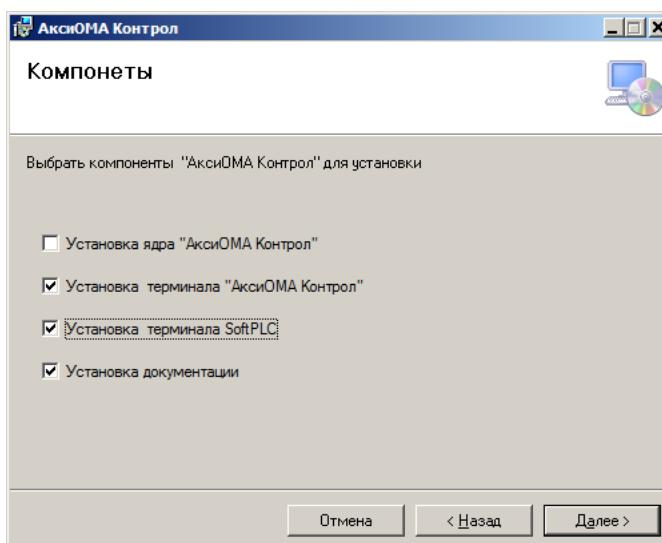

Рисунок 63 – Установка параметров в диалоге «Компоненты»
5. Установить флажки в диалоге «Компоненты», как показано на рисунке (Рисунок 63):